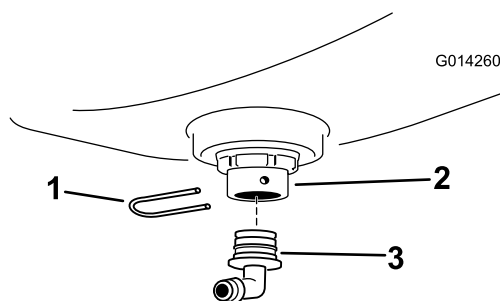

Figure 5
6. Posez un raccord à 90° cannelé sur le raccord de traversée et fixez-le avec un étrier (Figure 5).